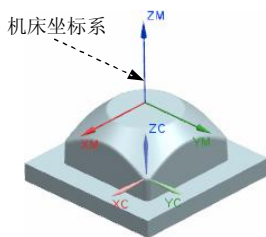

图 3.3 创建机床坐标系
Step2. 单击 CSYS 对话框 **操控器** 区域中的“操控器”按钮 ，系统弹出“点”对话框；在“点”对话框的 **Z** 文本框中输入值 65，单击 **确定** 按钮，此时系统返回至 CSYS 对话框；在该对话框中单击 **确定** 按钮，完成图 3.3 所示的机床坐标系的创建。